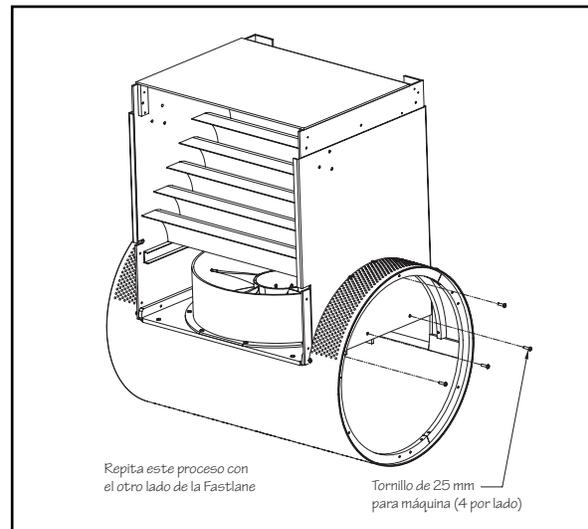

Fig. 6.4B
6.6 Utilice los tornillos de acero inoxidable proporcionados para unir la carcasa superior a la base. Hay 4 tornillos por lado (total de 8). Hay tres tornillos a cada lado de la carcasa para afianzar la carcasa superior al soporte de montaje del motor de PVC y un tornillo que junta el soporte de refuerzo de acero inoxidable a la carcasa justo por encima de los tres tornillos anteriores (Fig. 6.4B).